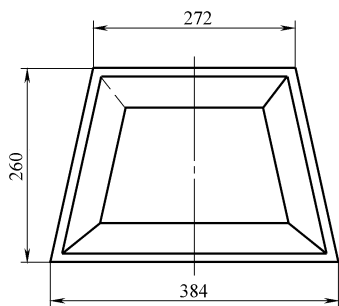

图 2-13
1. 图 2-13 所示为一采用无圆角内弯形式弯制的梯形角钢框, 试划出其切口 (只划出切口即可)。